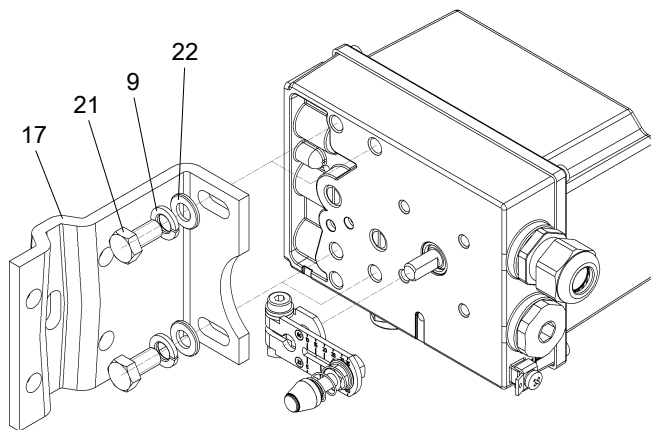

Abb. 12: Montage mit Anbauwinkel
6. Abb. 12: Stellungsregler mit Befestigungswinkel so an Antrieb halten, dass der Stift (1) innerhalb des Abgriffbügels (18) geführt wird.
7. Abgriffbügel (18) festschrauben.
- Antrieb mit Rippe: Sechskantschraube (23), Scheibe (22) und Federring (9).
- Antrieb mit ebener Fläche: Vier Sechskantschrauben (23) mit Scheibe (22) und Federring (9).
- Antrieb mit Säulen: Zwei U-Bolzen (20), vier Sechskantern (24) mit Scheibe (22) und Federring (9).